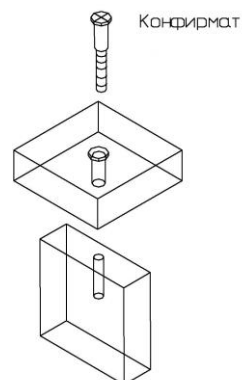

Рис. 2
Закрепить заднюю стенку (4) с помощью конфирматов, ввернув их сквозь отверстия в нижнем щите (3). Присоединить основание комода (5) к нижнему щиту (3) с помощью конфирматов (рис.2). К получившейся конструкции присоединить крышку (1) так, чтобы дюбели и шканты в крышке вошли в предназначенные для них отверстия в боковых стенках (2), (02) и задней стенке (4). Затянуть эксцентрики, повернув их на 180 градусов (см. схему сборки). Закрывать эксцентрики и конфирматы заглушками-самоклейками.